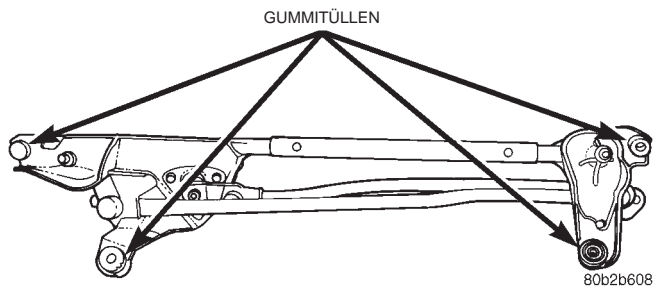

Abb. 15 Gummitüllen der Wischereinheit
(1) Gummitüllen von der alten Wischereinheit abbauen und an der neuen Wischereinheit anbauen (Abb. 15).